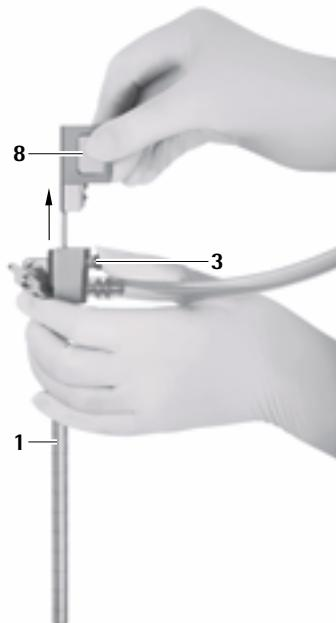

Fig. 10
- Appuyer sur le bouton de déverrouillage 3 et retirer avec précaution l'obturateur pour canal d'optique 8 hors du trocart MINOP inVent 1, voir Fig. 10.